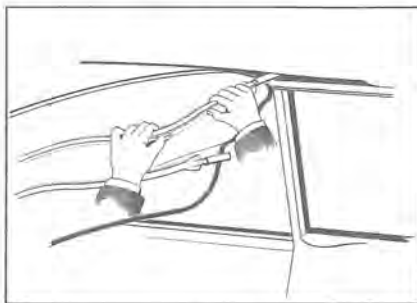

Fig. 2 Demontering av takspryglar
4. Tag ned spryglarna med början bakifrån genom att böja ner dem på mitten och trä ur dem ur takkanten enligt fig. 2. OBS! Var försiktig vid demonteringen och monteringen av spryglarna. Vid oförsiktig behandling kan ändarna skada takplåten.